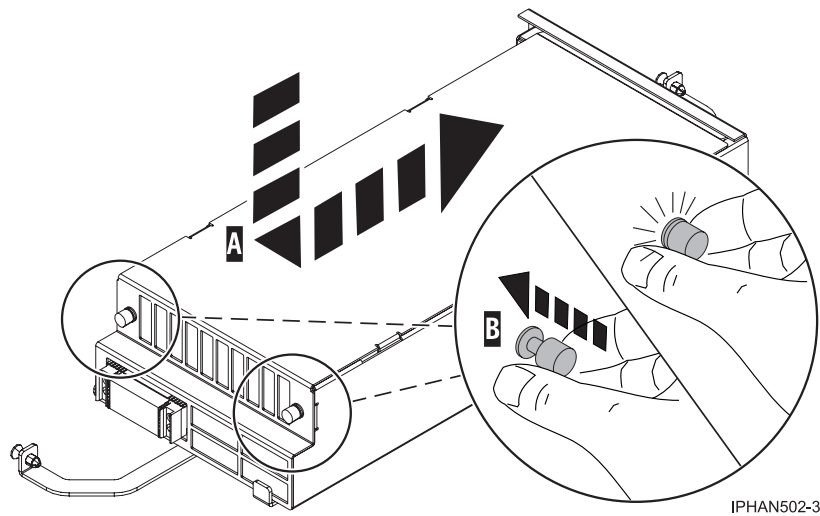

Figure 6. Réinstallation du cache de bloc processeur système
1. Comme indiqué dans la figure 6, placez le capot (A) sur le bloc processeur puis verrouillez les deux boutons de blocage (B).